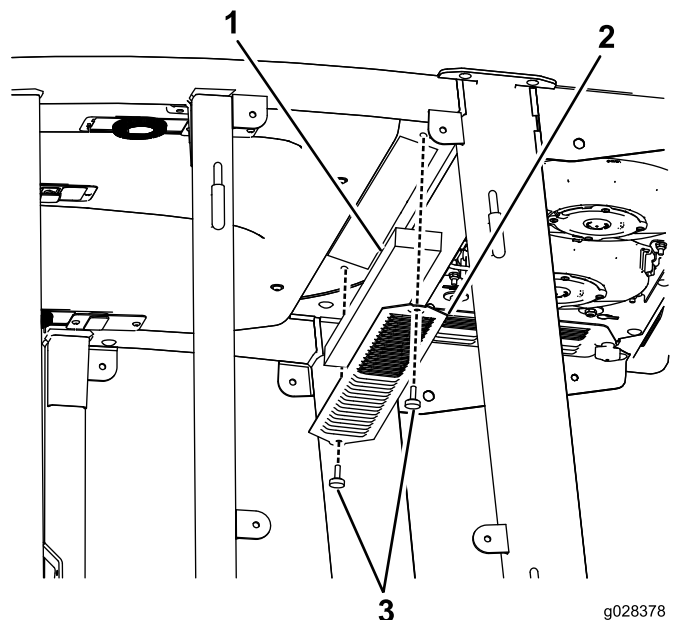
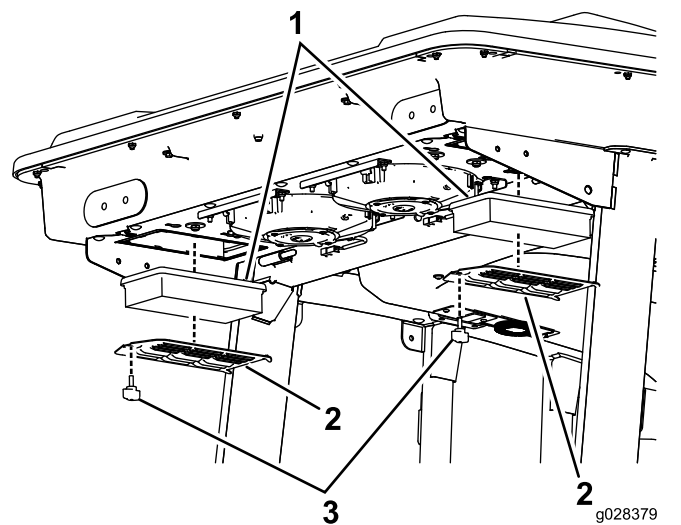

Figure 133
Figure 134
1. Retirez les vis et les grilles des filtres à air intérieur et arrière de la cabine (Figure 133 et Figure 134).